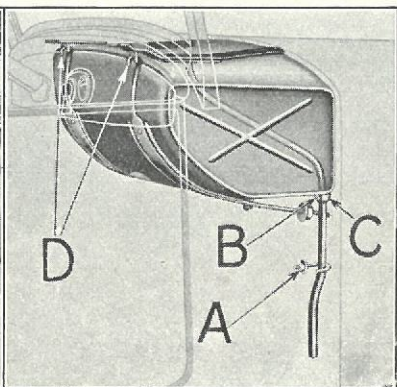
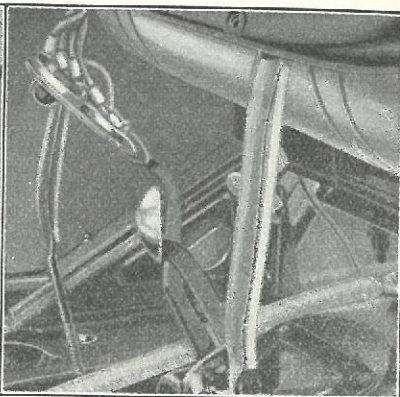

Fig. 562
Fig. 564
- 1232** Naar Benzintanken er tømt, løs da Møttrikken paa Overflødsrørsklampen (Fig. 562-A).
- 1237** Tag Tændingskontakten af Instrumentbrædtet (Fig. 564).
- 1242** Træk Benzintankstropperne ud gennem Forbrædtet og bøj Stropperne lige nedad, som vist i Fig. 564. Stropperne, der er befæstede med Kroge i Støtter anbragt oppe i Torpedoen (Fig. 562-D), hægtes af og trækkes ud.
- 1246** Hægt de to Tankstoppers Kroge paa Støtterne paa Torpedoen's Plade (Fig. 562-D). Bøj Stropperne til de slutter tæt imod Tanken og indsæt den gevindskaarne Ende af Stropperne gennem Hullerne i Forbrædtet. Sæt en Underlagsskive og en Fjederskive paa hver Tankstropende samt paasæt tilslut Møtrikkerne og træk dem godt til (Fig. 534-E).
- 1247** Indsæt Overflodsrøret i Slamsamlerstutsen (Fig. 562-C) og flugt Skruhullet i Røret med Klemeskruen »B« i Stutsen, og skru Klemeskruen i, indtil den gaar imod Røret.
- 1248** Anbring Overflodsrørets Klampe over Røret (Fig. 562-A) og skru Klampemøtrikken fast til.